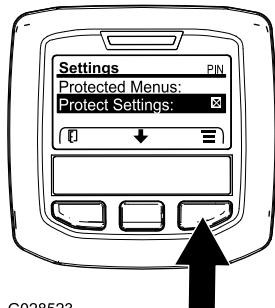

Figura 41
1. Acceda al menú protegido y desbloquee el submenú de configuración protegida (Figura 41); consulte Acceso a menús protegidos \(página 23\).